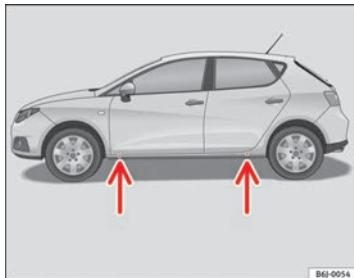

Fig. 138 Puntos de apoyo del gato
- Busque en el larguero inferior del vehículo el punto de apoyo mas cercano a la rueda pinchada ⇒ fig. 138.
En el larguero inferior van marcados los lugares en los que se puede apoyar el gato ⇒ fig. 138. Se ha previsto un lugar para cada rueda. El gato no debe colocarse en otros lugares.